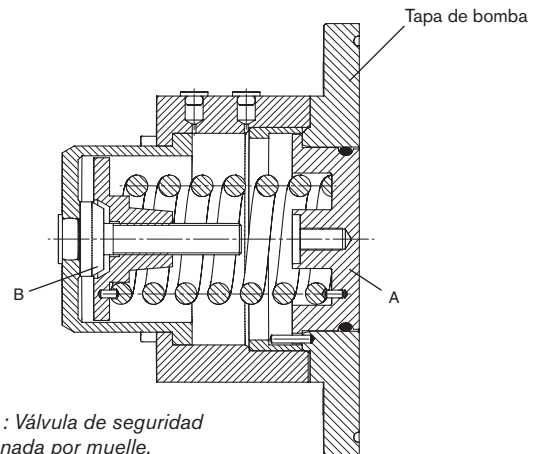

Fig. 1: Válvula de seguridad accionada por muelle, completamente cerrada
Las figs. 1 y 2 muestran el diseño de la válvula de seguridad accionada por muelle. El cabezal de la válvula (A) está sometida a la presión del líquido en el cuerpo de rotores, en un lado, y por la fuerza del muelle, en el otro. El muelle actúa directamente sobre el cabezal de la válvula.
La fig. 1 muestra la válvula de seguridad completamente cerrada. El cabezal de la válvula (A) está alineada con la superficie delantera de la tapa de la bomba. La válvula se ha ajustado comprimiendo el muelle mediante el tornillo de ajuste (B).